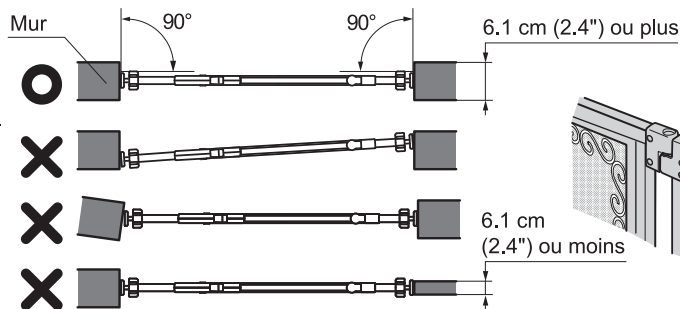
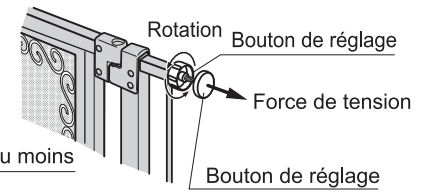

Figure 2
Figure 3
- Alignez le produit à angle droit avec le mur, et les boulons de réglage du haut et du bas en ligne droite en les regardant du dessus (Voir la Figure 2)
- 1 Déterminez la direction voulue pour l'ouverture de porte. Placez le produit contre le mur à angle droit comme c'est montré en Figure 2. Serrez chaque bouton de réglage du haut jusqu'à ce que sa partie en caoutchouc touche la surface murale comme c'est montré en Figure 3.